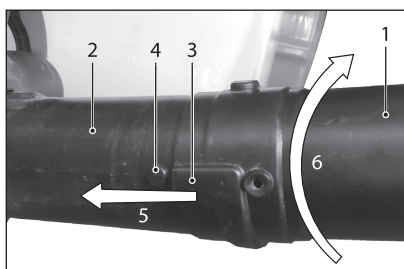

Рис. 1
1. Установите трубу напорную тип В – поз. 1 (рис. 1) на трубу напорную тип А – поз. 2, совместив паз 3 и выступ 4, по направлению 5 до упора. Затем поверните трубу 1 по часовой стрелке 6 до упора для закрытия замка.